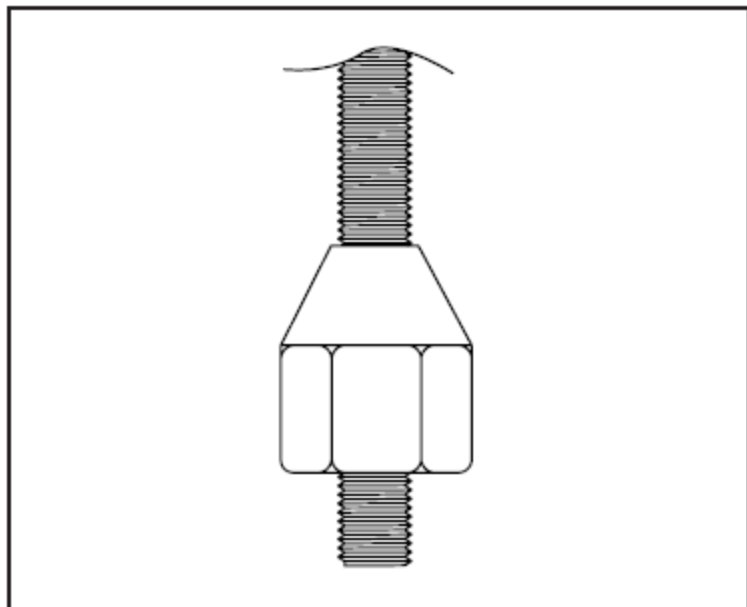

Рис. 6. Навернутая на тягу гайка
5. Навернуть гайку тяги конусной стороной вверх на нижнюю часть тяги до упора под патроном корпуса шпинделя, **Рис. 6.**